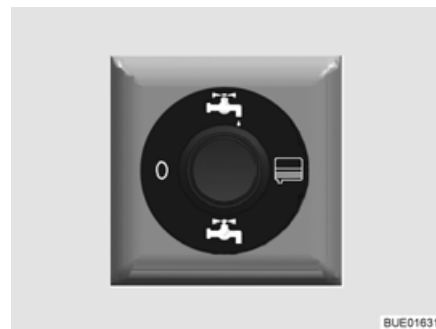

Bild 171 Bedienschalter für elektrisch betätigtes Ablassventil
- Bedienschalter (Bild 171) oben drücken. Das Abwasser wird abgelassen.
- Nachdem das Abwasser vollständig ausgelaufen ist, den Bedienschalter (Bild 171) unten drücken.
- Bedienschalter (Bild 171) in Stellung "0" (stromlos) stellen.